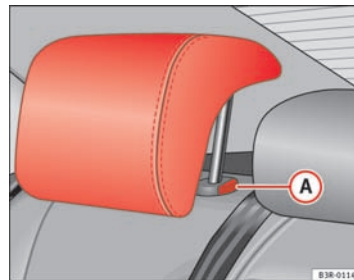

Fig. 113 Places latérales de la banquette arrière : Appuie-tête
- Appuyez sur la touche **A** ⇒ page 147, fig. 113 et baissez l'appuie-tête.
- Appuyez sur la touche **A** ⇒ page 147, fig. 113 et extrayez en même temps l'appuie-tête.